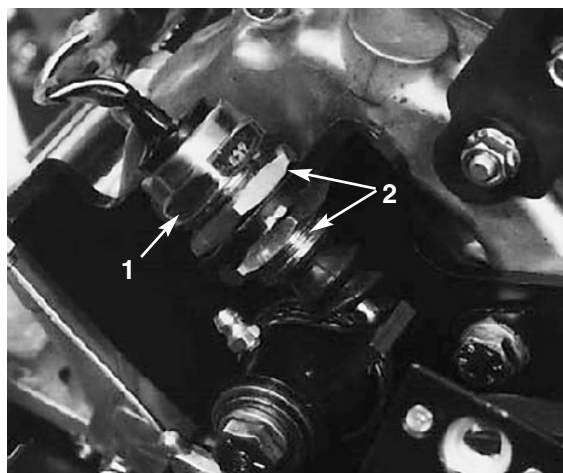

Figure 38
2. Desserrer les (2) écrous de montage du contacteur (Fig. 38) et déplacer le contacteur jusqu'à ce que le plongeur soit enfoncé à  $4,57 \text{ mm} \pm 1,5 \text{ mm}$  (contacteur fermé).
2. A l'aide d'une clé standard de 7/8", dévisser la vis de tension de ressort jusqu'à ce que la rondelle de butée ne soit plus en appui contre la barre d'appui (Fig. 38).